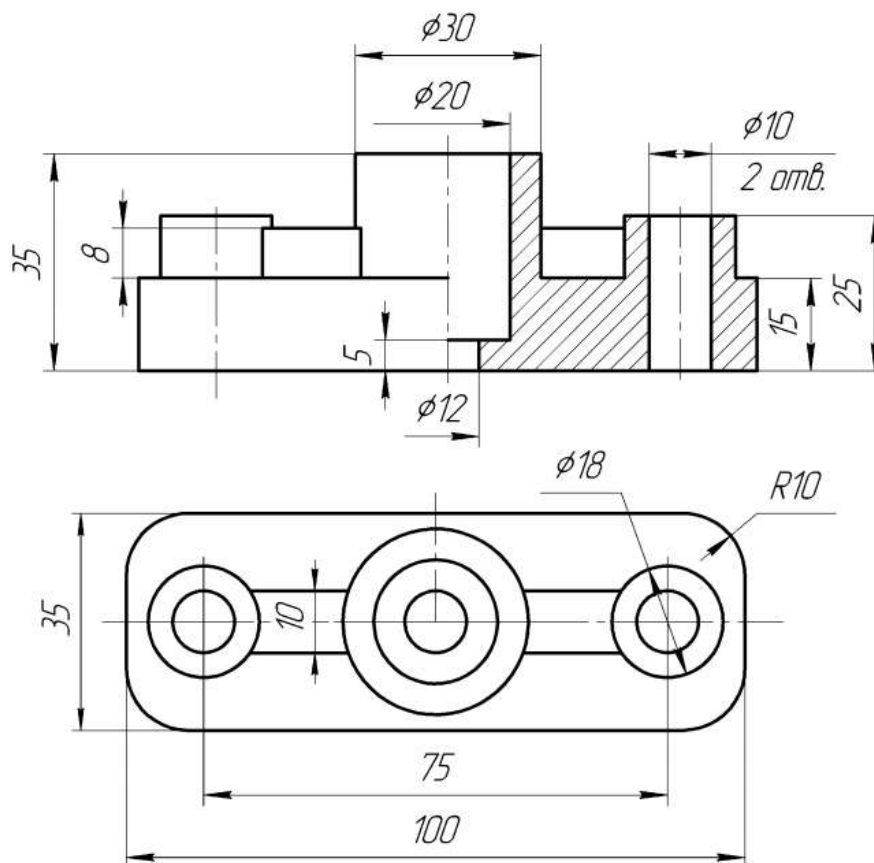

Рисунок 1 – Чертеж детали «Опора»
29. Используя чертеж детали на рис. 1 в качестве образца, проставьте все необходимые размеры.